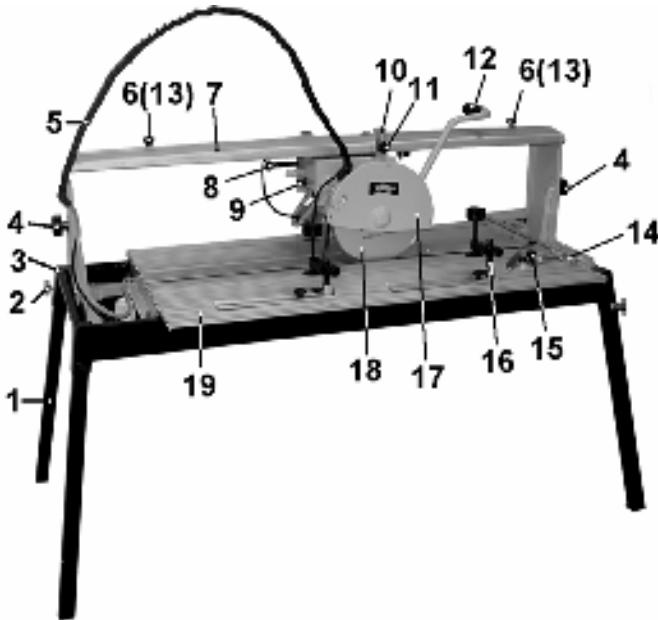
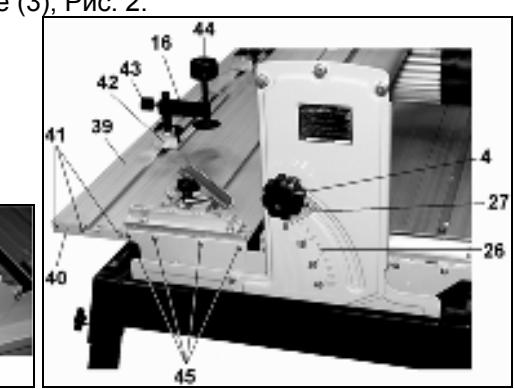
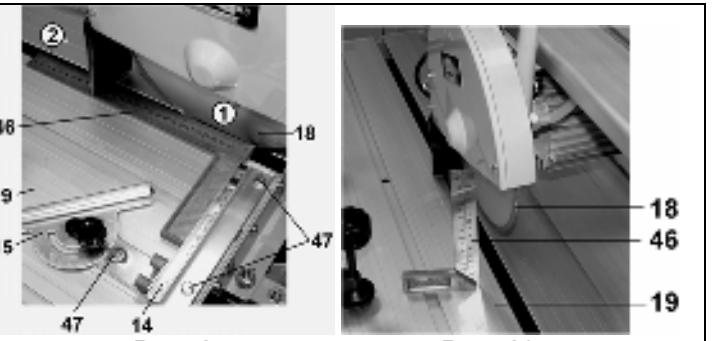
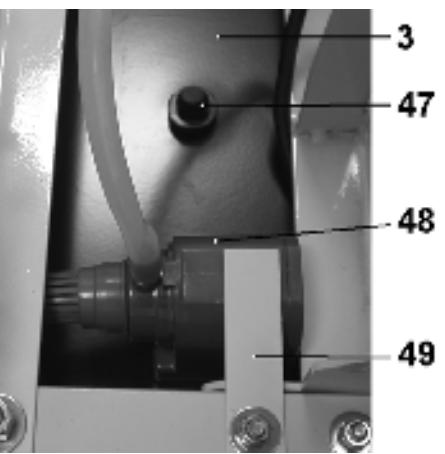

Рис. 2
Рис. 14
Рис. 16
Рис. 17
13. ТЕХНИЧЕСКОЕ ОБСЛУЖИВАНИЕ (Рис. 2,3)
7. УСТРОЙСТВО Рис. 2,3
8. ТРАНСПОРТНОЕ ПОЛОЖЕНИЕ (Рис. 2)
9.2. Сборка плиткореза (Рис.2)
9.2.3. Установите ползун (30), Рис. 7, в пазу упора (14), используя винты крепления (29), как показано на Рис.2. Регулируемый упор (15) закрепите на планке (14) рабочего стола (19), Рис.8.
9.2.4. Как показано на Рис.9, установите и закрепите винтами (34) кронштейн (35) гибкого трубопровода (5) на боковой панели плиткореза. Насос трубопровода (5) установите в поддоне (3), Рис. 2.
9.2.7. Выкрутите винты крепления (45) с обеих сторон рабочего стола (19), Рис.14. В паз рабочего стола (19) установите и, продвигая, установите удлинитель стола (39), Рис. 12,13.
9.2.8. Удлинитель стола (39) закрепите двумя пластинами (40), используя дополнительные винты (41) и штатные винты (45), Рис.14.
10.1. Регулировка угла резания (Рис. 2,3,14-16)
10.2.1. Ослабьте положение двух винтов фиксации (4). Установите отрезной диск (18) в вертикальное положение на отметку 0° по шкале (26) и указателю (27), Рис. 2,14. Как показано на Рис.16, проверьте угол 90° положения отрезного диска (18) относительно рабочего стола (19); при необходимости произведите корректировку положения указателя (27), Рис.14.
10.3. Регулировка ограничения хода отрезного диска (Рис. 2, 6)
11.1. Принцип работы (Рис. 2,3)
11.2. Подготовка к работе (Рис. 2, 8)
11.2.1. В поддон (3) установите пробку (47). Надёжно закрепите насос (48) на корпусе поддона (3) под пластину (49). Насос (48), электропровод питания и шланг не должны мешать выполнению работы, Рис. 2,17. Заполните поддон (3) достаточным количеством воды так, чтобы заборная часть насоса (48) была полностью погружена в воду, Рис.17.
11.3. Выполнение работы (Рис. 2,3)